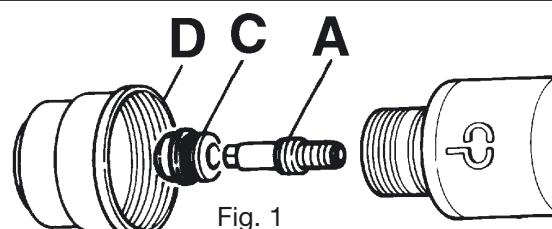

Fig. 1
5 - VEDLIGEHOLDELSE AF SKÆRESLANGEN (fig. 1)
5.1 - Udskiftning af forbrugsdeler (fig. 1)
5.2 - Udskiftning af skærebrænderen (fig.1)